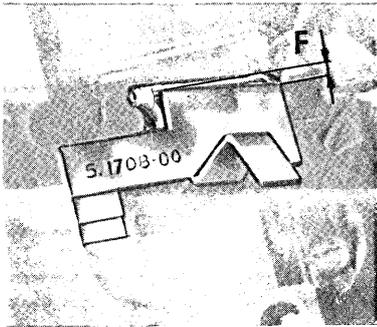

fig.12
- Con l'apposito calibro n. S 1708 controllare l'inclinazione del crochet (fig.12)